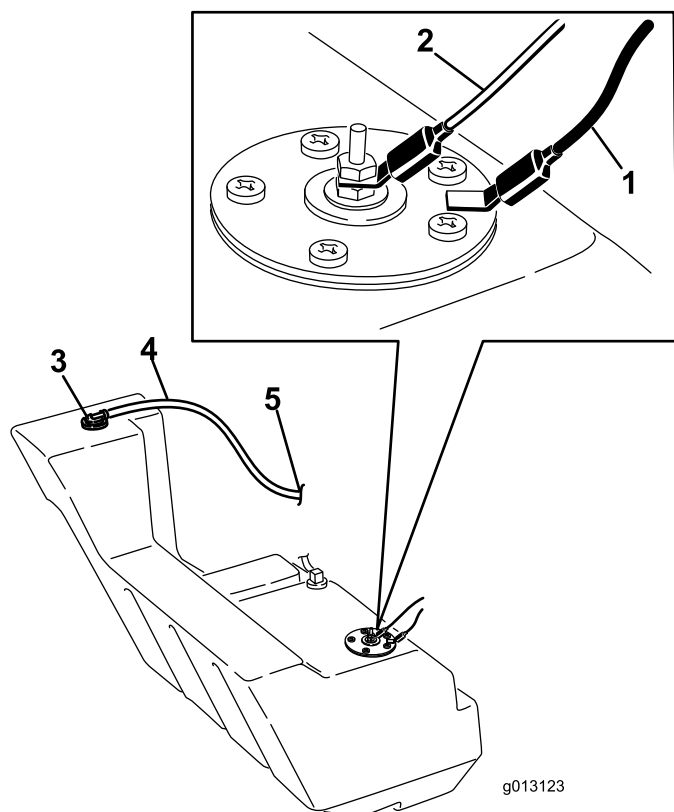

Figura 62
11. Desconecte los dos cables que van al lado derecho del depósito (Figura 62).
20. En el lado derecho del depósito, conecte el cable naranja al borne central y el cable negro al borne exterior (Figura 62).